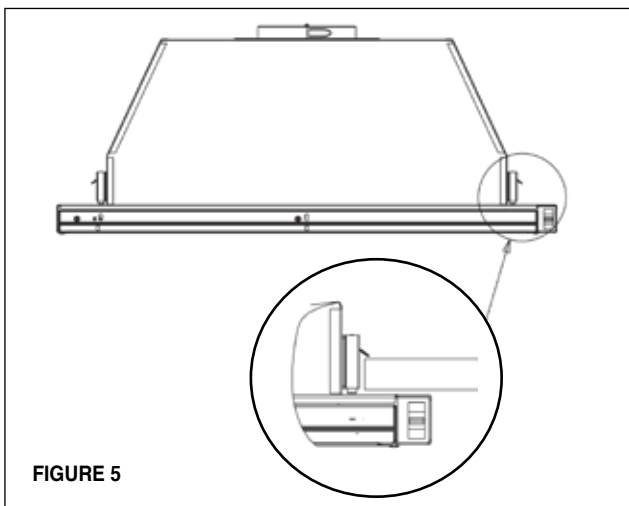

FIGURE 5
3. Installer la hotte sur l'armoire à l'aide de deux fixations à ressort, une de chaque côté de la hotte (FIGURE 5). Placer la hotte dans l'ouverture pratiquée dans l'armoire. Attention de ne pas endommager l'armoire, la hotte ou d'autres appareils.